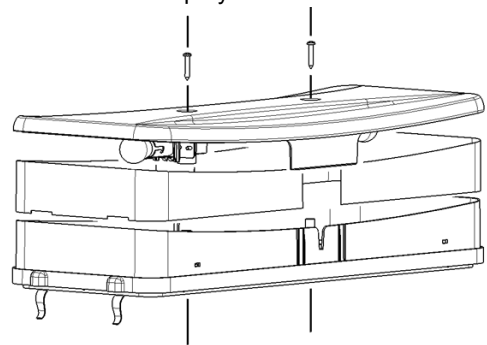

figura 9
- 1** Substitución de las lámparas de la tapa luminosa (ver figura 9):